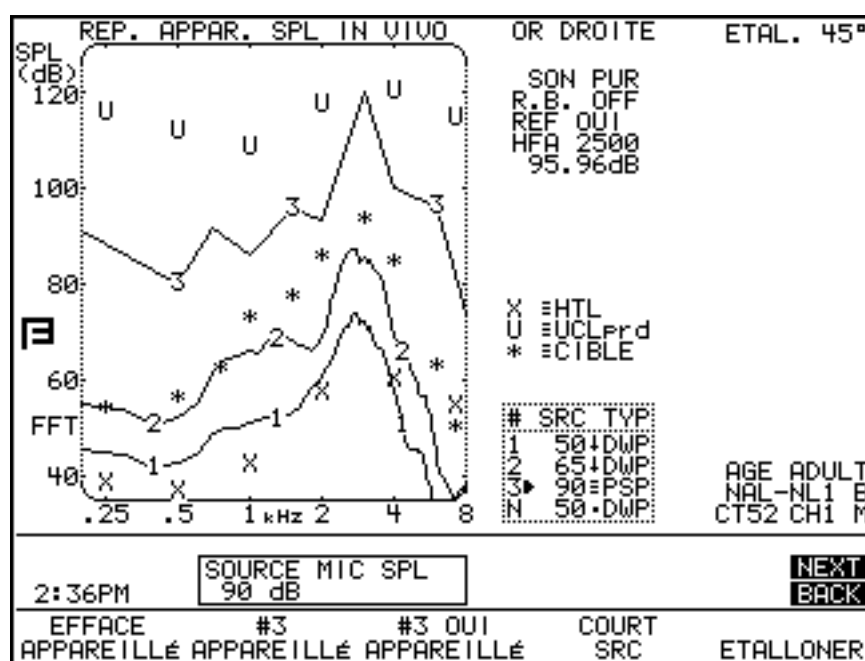

Figure 5.5.2—L'écran REPAPPAR.SPL INVIVO avec les mesures
10. Répétez les étapes 6 à 9 pour les #2 Appareillé et #3 Appareillé. Voir la figure 5.5.2.